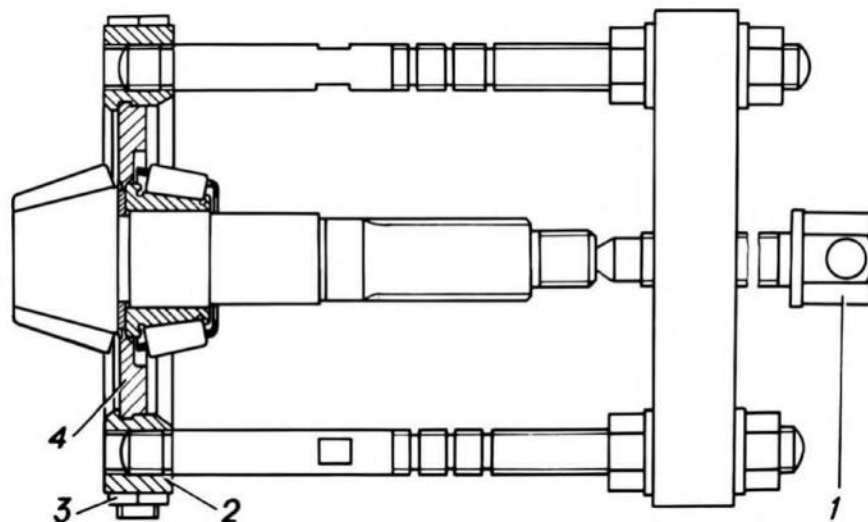

Рис. 3.60. Снятие подшипника с ведущей шестерни главной передачи: 1 – винт съемника; 2 – опора; 3 – гайка; 4 – вкладыш
- снять распорную втулку подшипников и спрессовать внутреннее кольцо заднего подшипника ведущей шестерни съемником, как показано на рис. 3.60. Для того чтобы заплечики вкладышей 4 плотно вошли между обоймой подшипника и шестерней, следует опоры 2 сжать болтами с гайками 3. Снять внутреннее кольцо подшипника вращением винта 1;